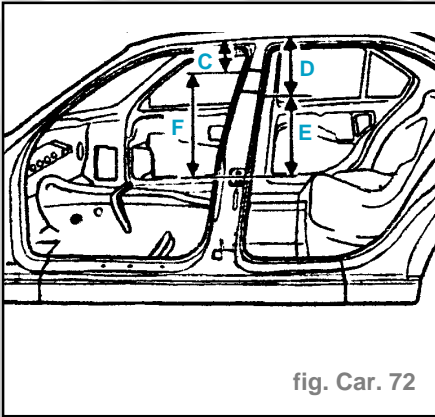

fig. Car. 72
- Bord de référence = bord de la charnière au dessus du trou ou du cône pour la porte (fig. Car. 72).